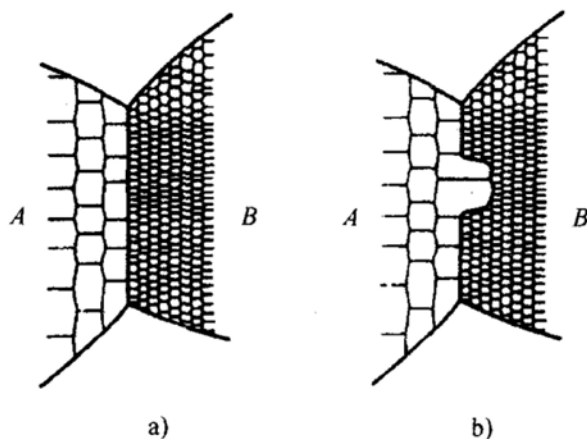

图 10-5 第八题第 3 个小题图
3. 图 10-5 示意画出一种常见的再结晶形核机制, 请解释该地点优先形核的原因和形核过程。